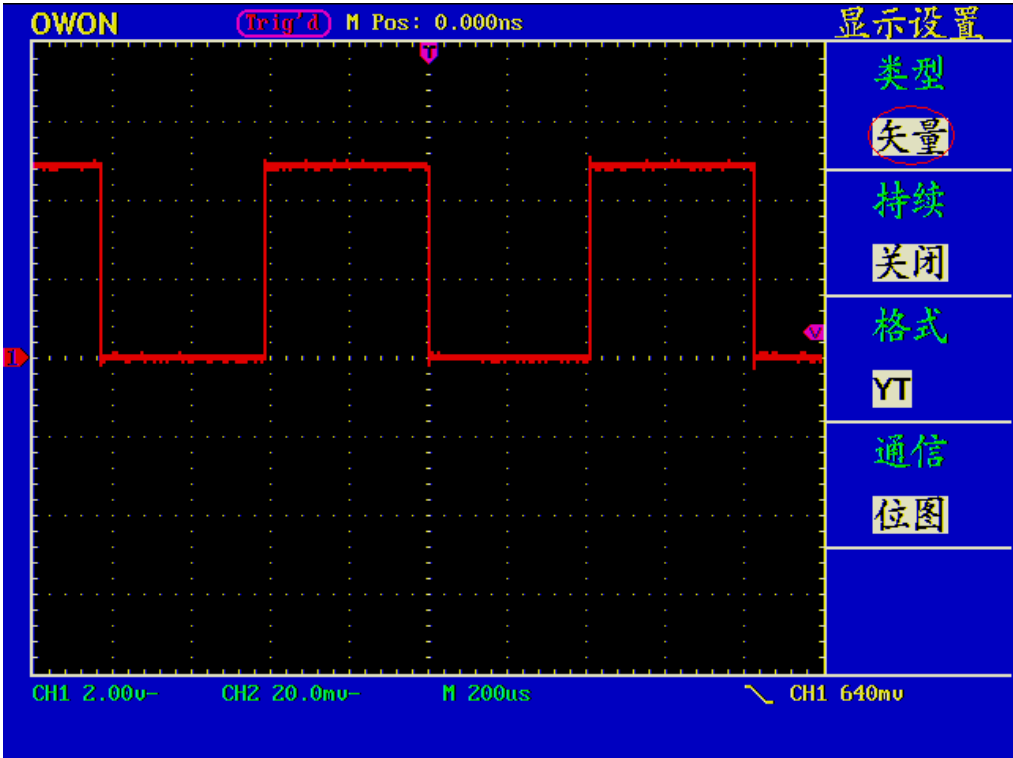
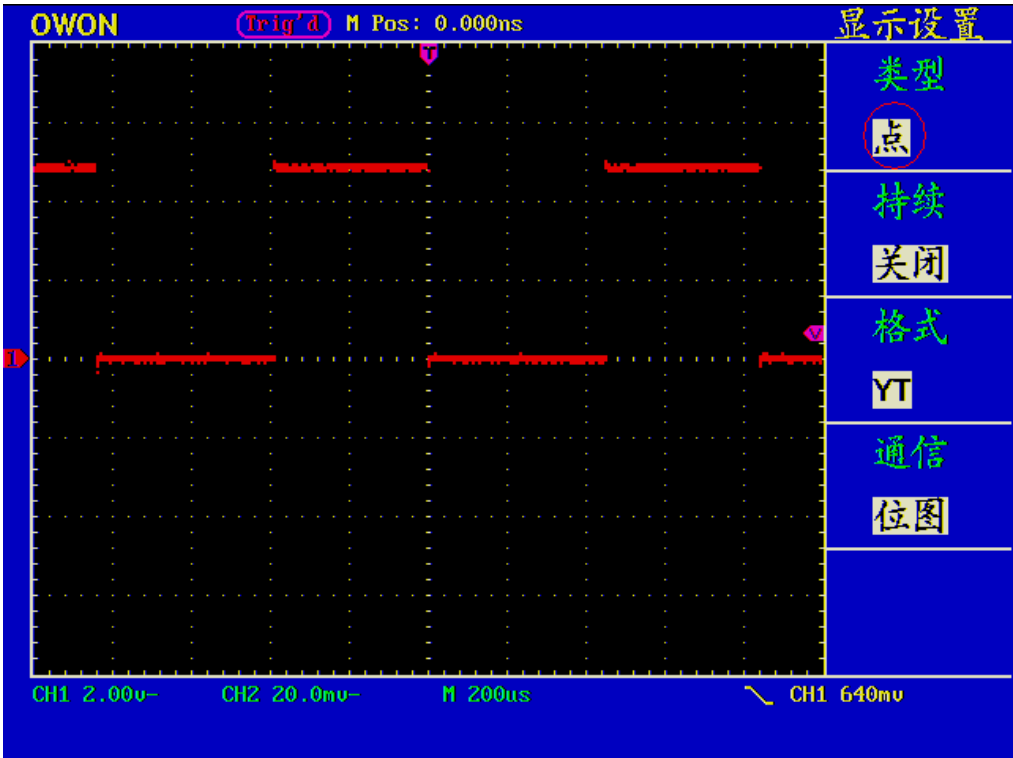

图 38: 矢量显示类型
图 39: 点显示类型
**显示类型:**按 F1 菜单选择键,可切换 矢量 显示和 点 显示。图 38 和图 39 是不同显示类型的对比。